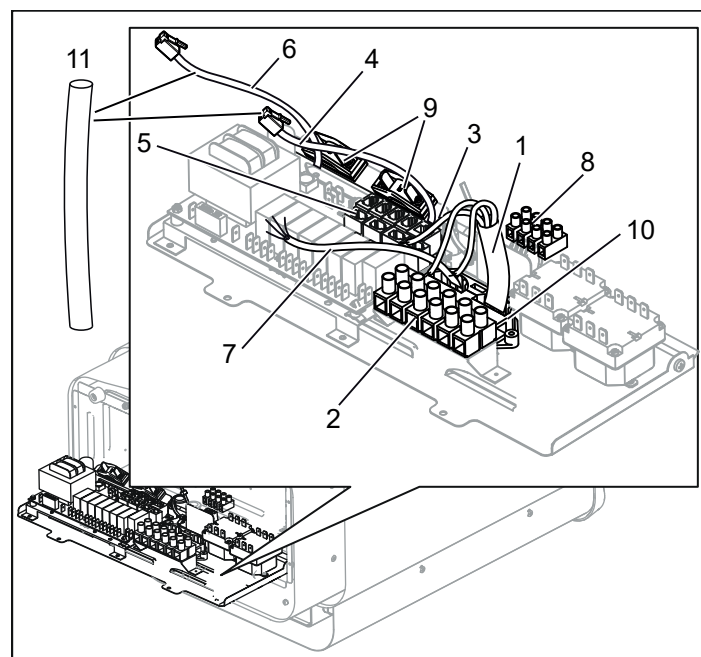
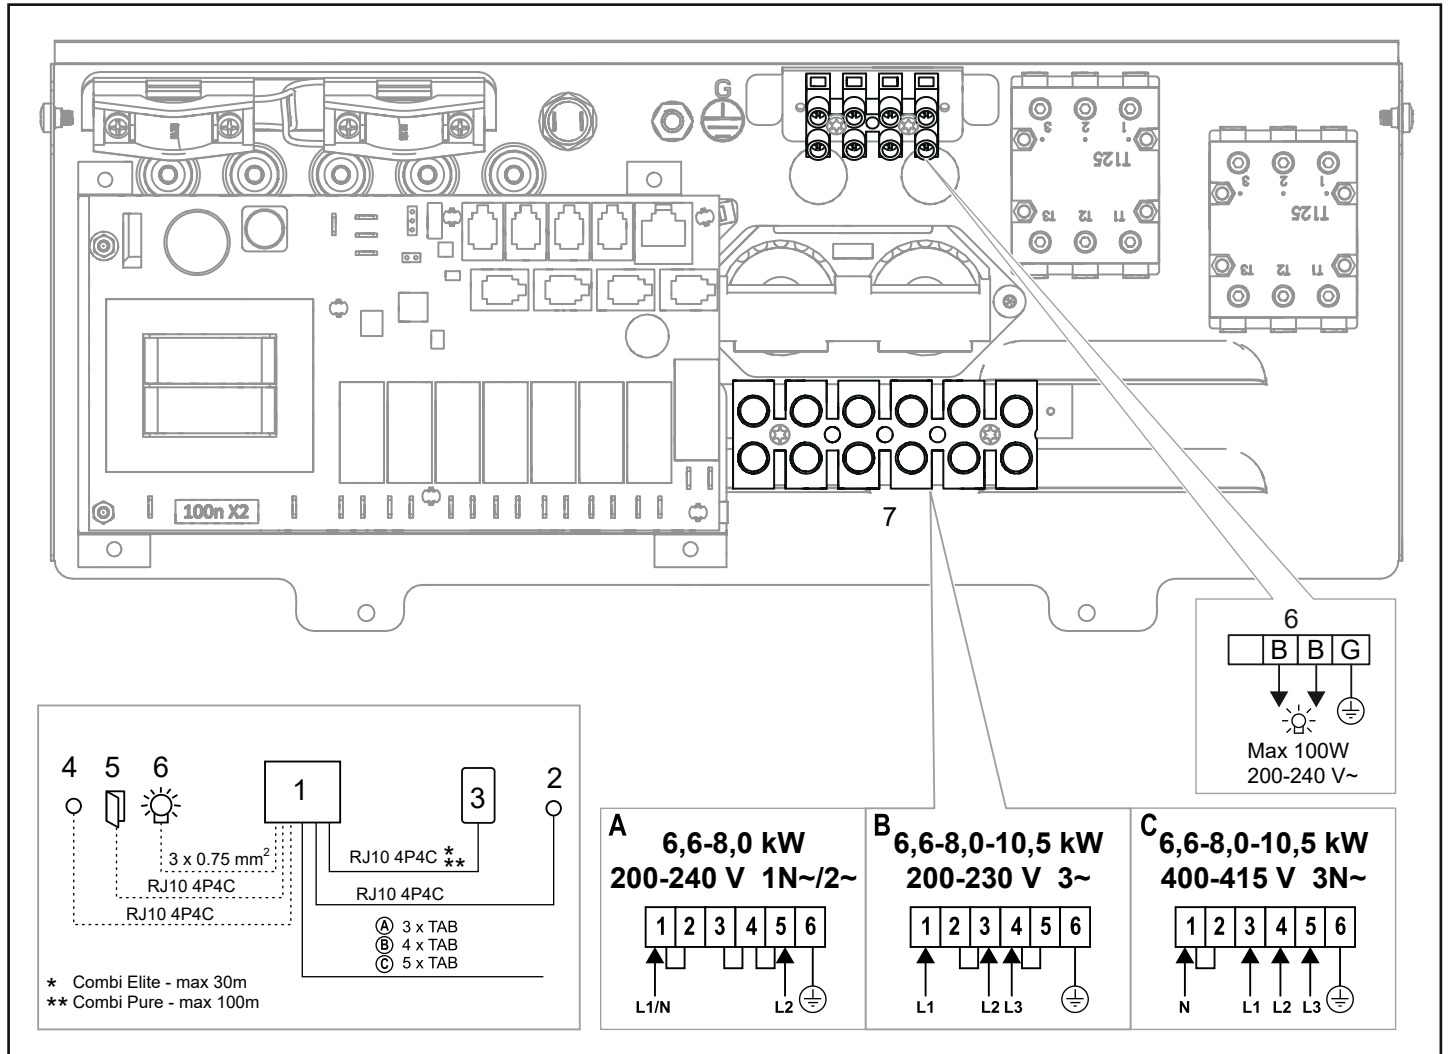
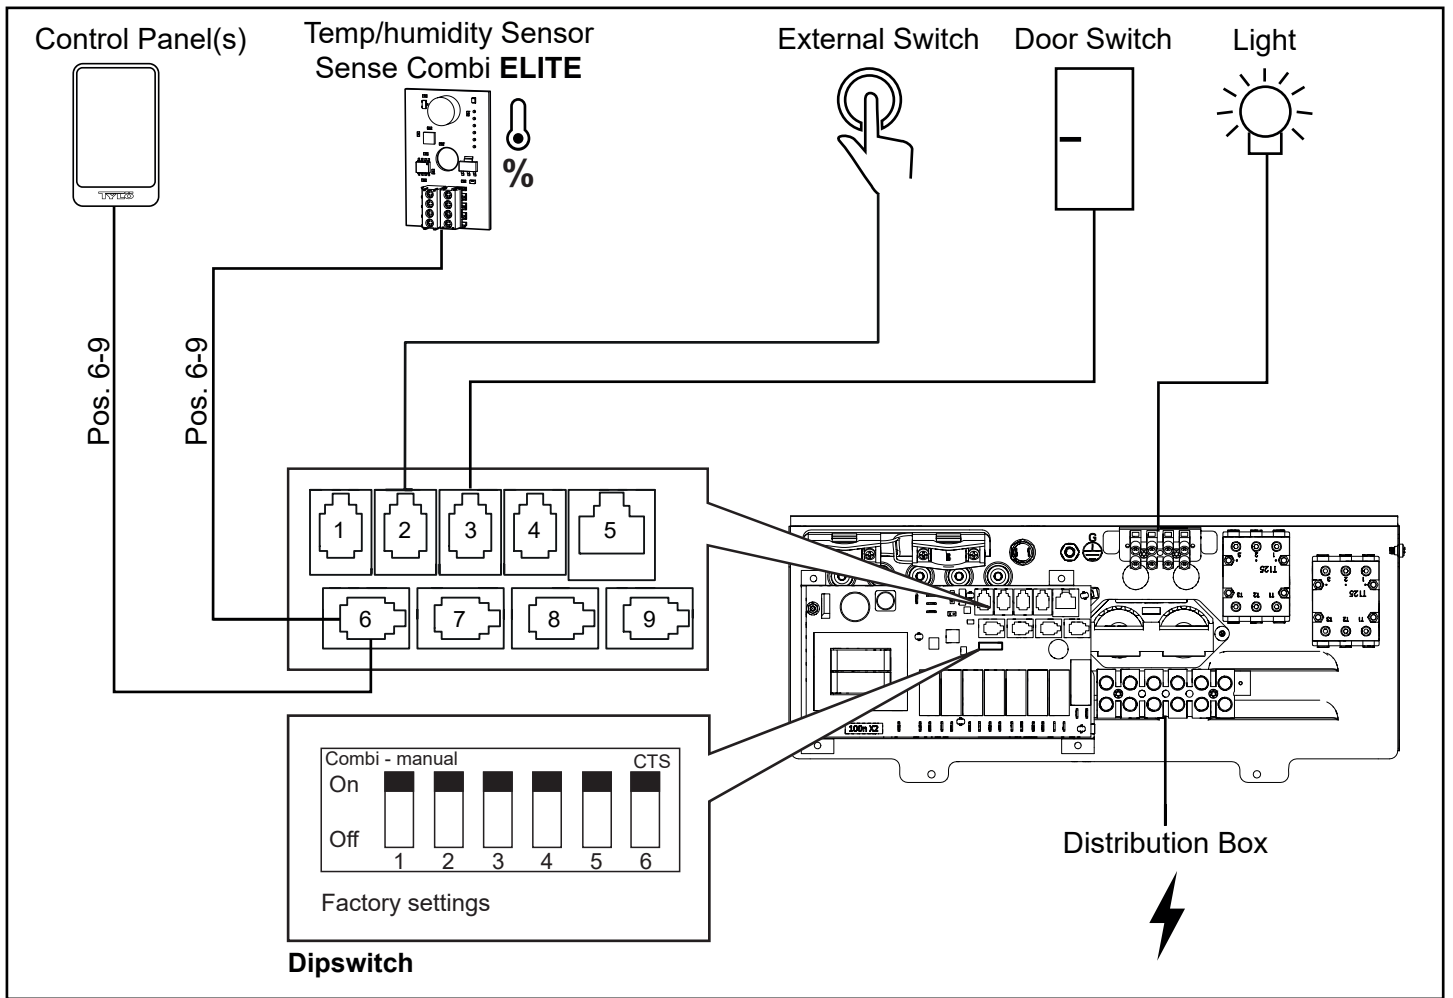
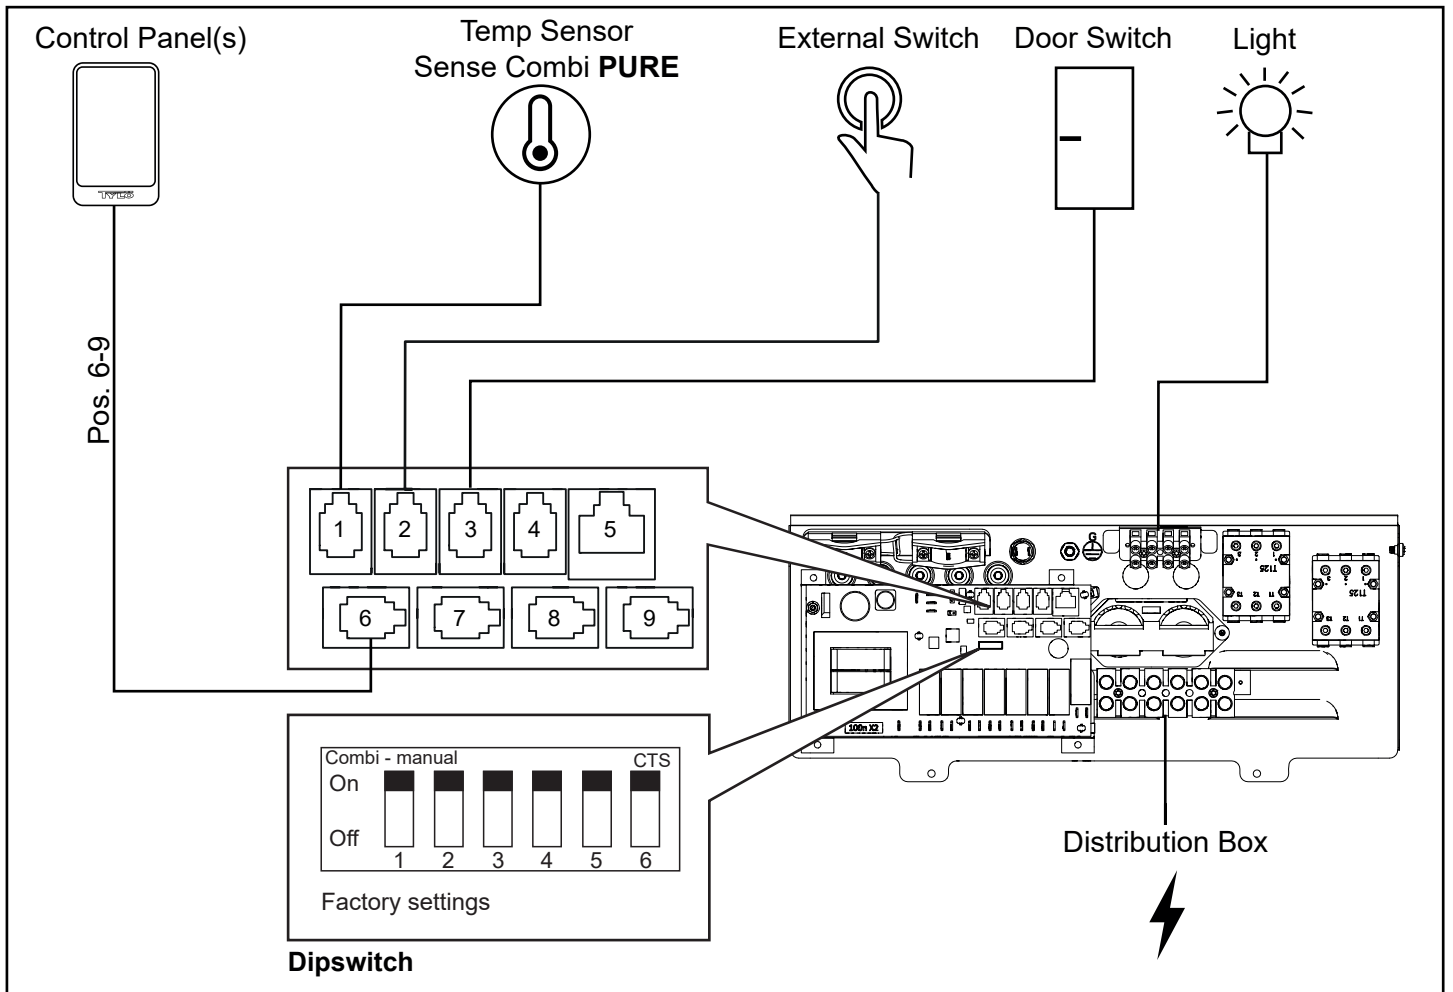

Рисунок 10: Монтажная плата
Рисунок 17: Схема соединений
Рис. 19. Схема установки Sense Combi Elite
Рис. 20. Схема установки Sense Combi Pure
- Подключите электрический кабель (см. Рисунок 10) согласно схеме соединений (см. Рисунок 17).
- Проведите кабель для панели управления и датчика температуры через проходные кабельные втулки (см. Рисунок 10). Подключите кабель панели управления к одному из четырех контактов RS485 (позиции 6-9) (см. Рисунок 19, 20).
- Combi Pure:** Подключите кабель датчика к контакту NTC на монтажной плате (позиция 1) (см. Рисунок 20). **Combi Elite:** Подключите кабель датчиков влажности и температуры к одному из четырех контактов RS485 (позиции 6-9) (см. Рисунок 19).
- Подключите кабель освещения (если таковой имеется), см. Рисунок 10, согласно схеме соединений, Рисунок 17.